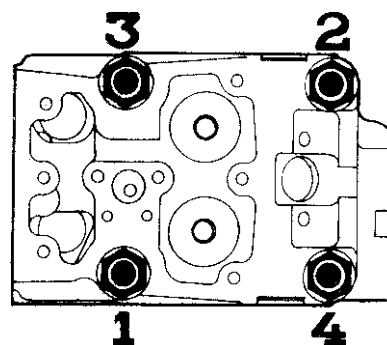
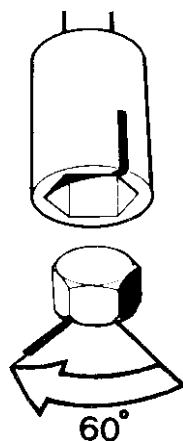

Fig. 45. Åtdragningsschema, 100-serien
Fig. 46
7. **100-serien:** Drag cylinderlocksskruvarna enligt schemat, fig. 45. För samtliga motorer fr.o.m. motornr. 19032/xxxx skall åtdragningen ske till ett moment av 20 Nm (2 kpm), 100 Nm (10 kpm), 200 Nm (20 kpm) samt 320 Nm (32 kpm). Vinkeldrag därefter samtliga skruvar 60° enligt fig. 46.